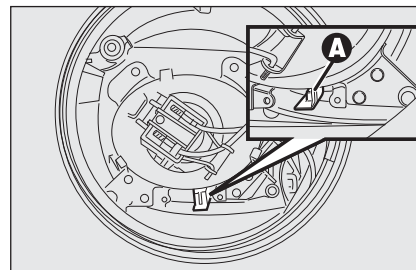

fig. 102
- move lever **A-fig. 102** aside;